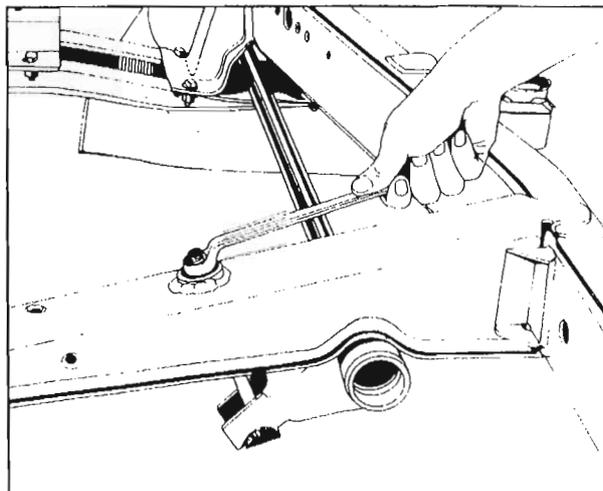

Fig.9 – Desmontaje de la barra de torsión
- Afloje la contratuerca y la tuerca de ajuste de la palanca de la barra de torsión hasta que se haya soltado toda la carga de la barra de torsión (Fig.9) Retire la contratuerca, el perno de la tuerca y la arandela esférica.